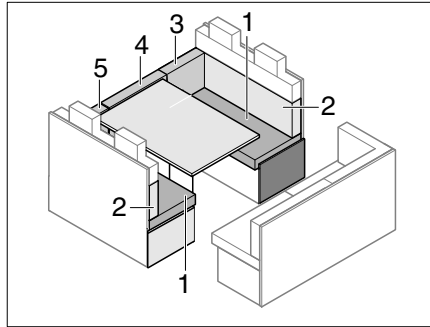

Fig. 197 Prima della trasformazione
- Rimuovere i cuscini dello schienale (Fig. 197,3,4 e 5) e riporli di lato.